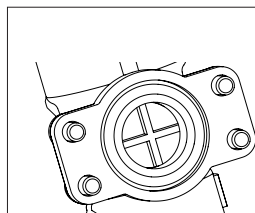
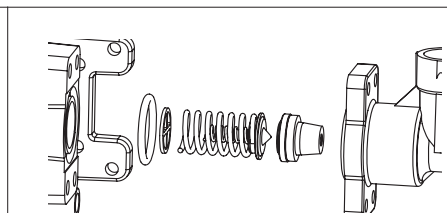

Рис. 14
Рис. 15
- Установить клапан и большую пружину, уделяя внимание направлению установки (Рис. 15), и убедиться, что перфорированный направляющий диск пружины находится в соответствующем положении (Рис. 14)